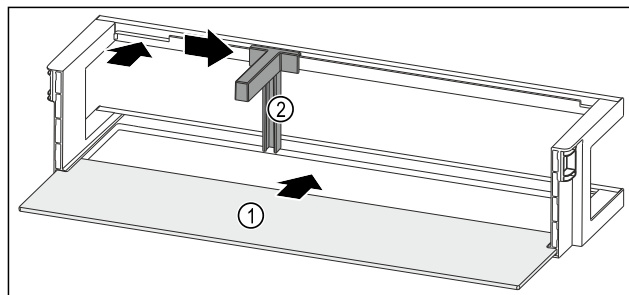

Fig. 92 Türabsteller mit Abstellfläche
- Abstellfläche Fig. 92 (1) in die seitlichen Einsparungen einschieben.
- Flaschenhalter Fig. 92 (2) in die Aussparung einsetzen.
- Flaschenhalter Fig. 92 (2) in gewünschte Position zur Seite schieben.